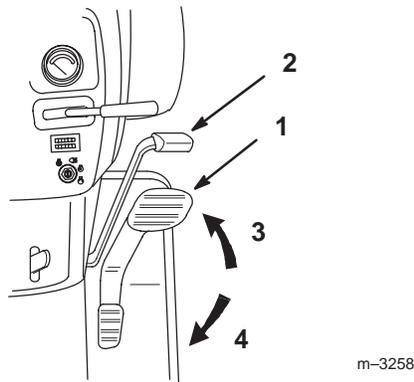

Bild 17
4. Stellen Sie Ihren Fuß auf das Fahrpedal und drücken langsam die Oberseite des Pedals, um vorwärts zu fahren oder die Unterseite, um rückwärts zu fahren (Bild 17).